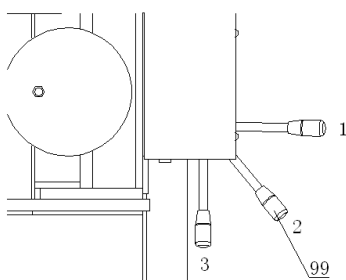

Bild 10
Stellung des Wählhebels (99) auf Position 3 . (Abb. 10)
Drehen Sie den Wählhandhebel (99) auf Position 1. (Bild 10)